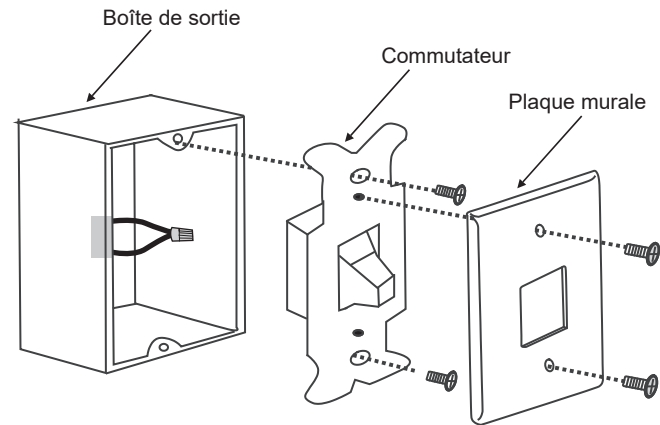

Fig. 23
Étape 1. Retirez la plaque murale existante et l'ancien interrupteur de la prise murale. Filez les fils NOIR (chauds) ensemble et repoussez-les à l'intérieur du boîtier de sortie. (Fig. 23)